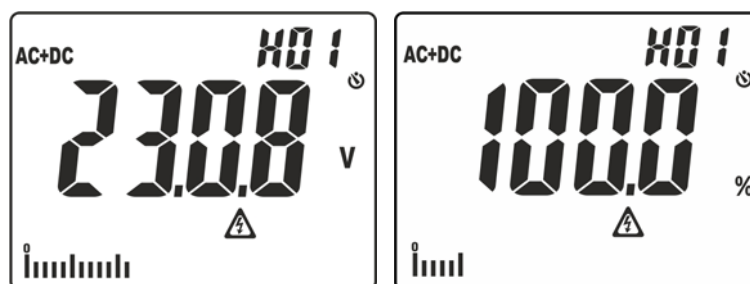

Abb. 3: Anzeige der Amplituden der Oberwellenanalyse
- Einfaches Drücken der Taste zur Anzeige der Spannungs- und Stromoberwellen bis zur 25. (**Hdc**, **H01... H25**) mit absolutem oder prozentualen Wert in Bezug auf den Fundamentals der Eingangssignale (für Spannungswerte $V_{AC} > 0.5V$ und Stromwerte $AC > 0.5A$ und Frequenz im Bereich $42.5Hz \div 69Hz$) und des prozentualen Werts des Parameters **THD%** (siehe § 9.4) wie in der Abb. 3 gezeigt. Benutzen Sie die Tasten \blacktriangle und $\blacktriangledown/\text{Ⓜ}$ zur Vergrößerung/Verringerung der Oberwelle.